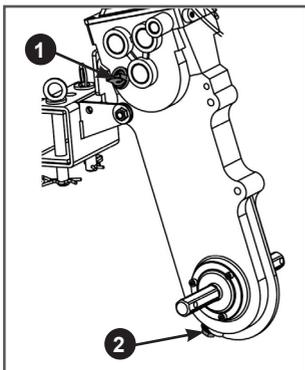

Рис. 39. Замена масла в редукторе
- Открутите крышку 1 маслозаливного отверстия (Рис. 39).
ва масла находится в нижней части редуктора мотоблока (Рис. 39).
- Закрутите пробку 2 отверстия для слива масла (Рис. 39).
- Закрутите крышку 1 маслозаливного отверстия (Рис. 39).